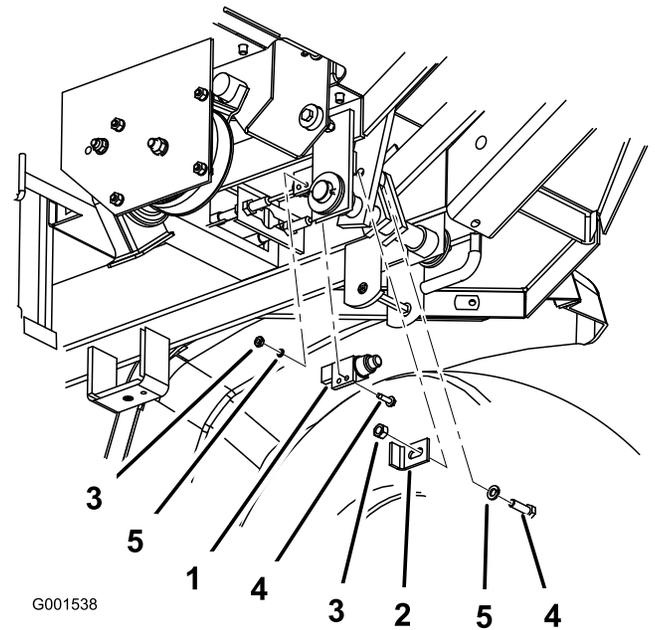
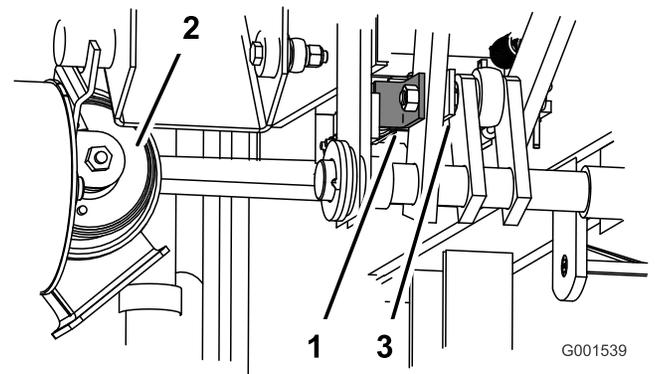

Figura 5
Figura 6
3. Instale el nuevo interruptor de freno con las fijaciones que retiró anteriormente (Figura 5).
4. Instale el soporte nuevo del interruptor de freno con las fijaciones que retiró anteriormente (Figura 5 y Figura 6).